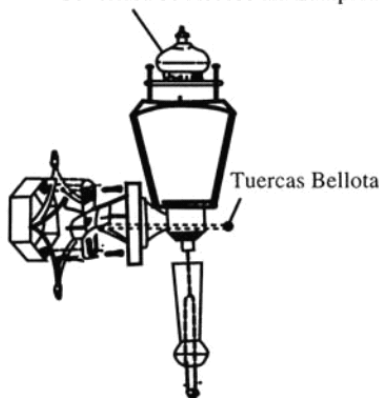

Figura 5
4. a) Coloque la instalación sobre los tornillos de montaje y asegúrelas con las tuercas de bellota que hay provistos. (Figura 5)